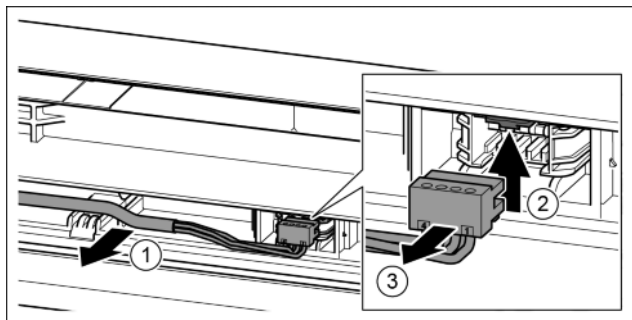

Fig. 24
- Oprezno odvojite sivi kabel iz vodilice u vratima. *Fig. 24 (1)*
- Jezičac pritisnite prema gore. *Fig. 24 (2)*
- Oprezno izvucite utikač. *Fig. 24 (3)*